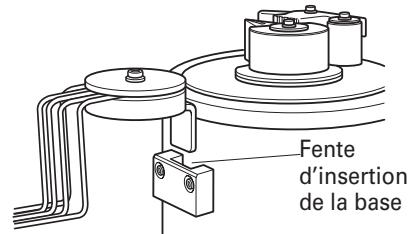

Fig. 18
- (1) Insérer la base de la protection anti-flèche dans la fente de la cisailleuse/cintreuse. (Fig. 18)